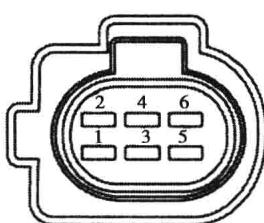

图 1-1-23 电子节气门控制模块连
16. 电子节气门控制模块连接器端子图（图 1-1-23）及端子功能表（表 1-1-16）